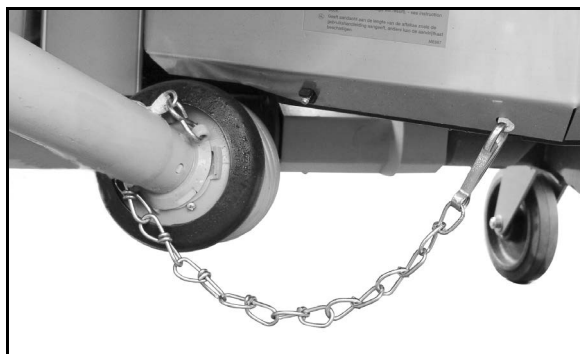

Рис. 54
13. Закрепите защитный кожух карданного вала с помощью цепочки на агрегате для исключения проворачивания (Рис. 54).